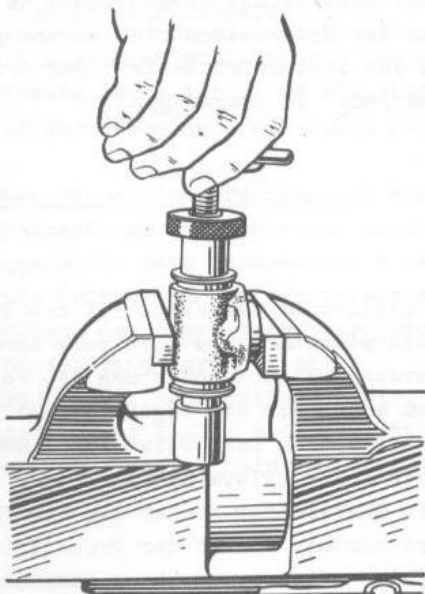

Bild 6-26. Herausziehen des Anschlagringes aus Radbremszylinder mit Hilfe einer Abziehvorrichtung
- Anschlagringe 7 mit Hilfe einer Abziehvorrichtung 9680-3481 (Bild 6-26) aus Innenraum des Zylinders herausziehen;